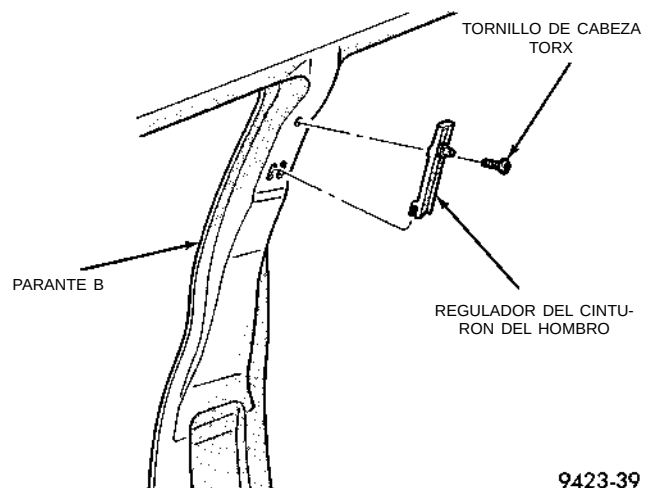

Fig. 66 Regulador del cinturón del hombro delantero
- (1) Retire el tapizado del parante B.
- (2) Retire el perno que sujeta el regulador del cinturón del hombro al parante B (Fig. 66).
- (3) Separe el regulador del cinturón del hombro del vehículo.